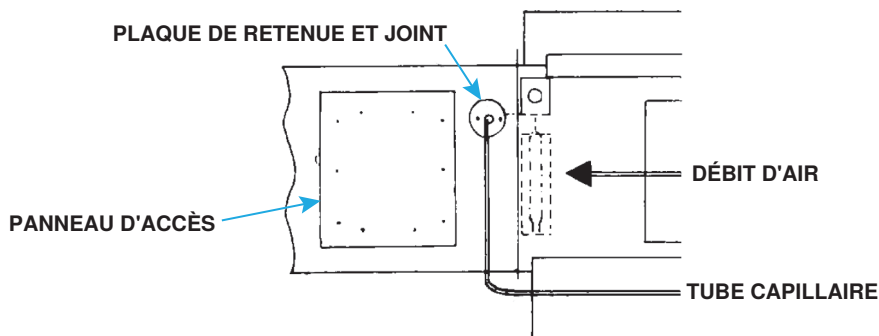

Figure 9. Installation du capteur capillaire
- (2) À l'emplacement de conduit sélectionné, marquez et découpez un trou de 1/2 pouce qui sera scellé avec un joint et une plaque de retenue (voir **Figure 9**). Insérez le capteur et le tube capillaire dans le trou.
- (3) Retirez le panneau d'accès aux conduits (voir **Figure 9**) et installez le capteur dans le support du capteur de manière à ce qu'il détecte la température de l'air lorsqu'il circule à travers les trous du support.
- (4) Placez le support du capteur et l'ensemble de la boîte de jonction à l'intérieur du conduit de manière à ce que le capteur soit protégé du flux d'air direct et fixez la boîte de jonction au conduit à l'aide de quatre vis à tôle #6 fournies sur site.
- (5) Faites glisser le joint (fente coupée) et la plaque de retenue du trou sur le tube capillaire. Avec le joint à côté des conduits, installez la plaque de retenue des trous et fixez-la à l'aide des vis à tôle fournies sur place.
- (6) Fermez le panneau d'accès des conduits.